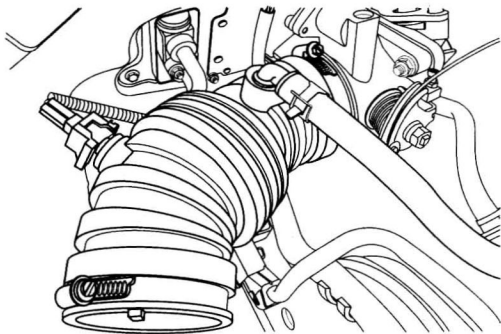

图 1-3-1 拆卸空气软管
4. 从节气门体上拆卸空气滤清器出口软管 (图 1-3-1)。